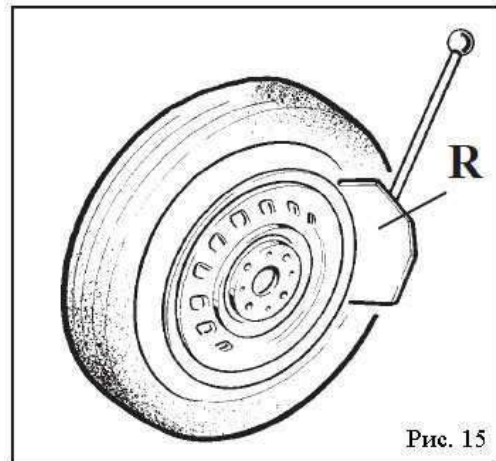

Рис. 15
- Position the wheel against the rubber stops on the right side of the tyre changer (S).
- Position the bead breaker blade (R) against the tyre bead at a distance of about 1 cm from the rim (fig.15). Pay attention to the blade, which must operate correctly onto the tyre and not onto the rim.
- Press down the pedal (U) to activate the bead breaker and release it when the blade has reached the end of its travel or in any case when the bead is broken.
- Поместите колесо на резиновый упор, расположенный на правой стороне шиномонтажного станда (S).
- Приблизьте лопатку устройства отжима борта (R) к борту шины, сохраняя дистанцию приблизительно в 1 см от диска (Рис. 15). Уделяйте внимание положению лопатки, которая должна действовать на шину, а не на диск.
- Нажмите на педаль (U) для того, чтобы включить устройство отжима борта. Отпустите ее, когда лопатка достигнет конца своего движения или, пока шина не будет полностью отделена от обода колеса.